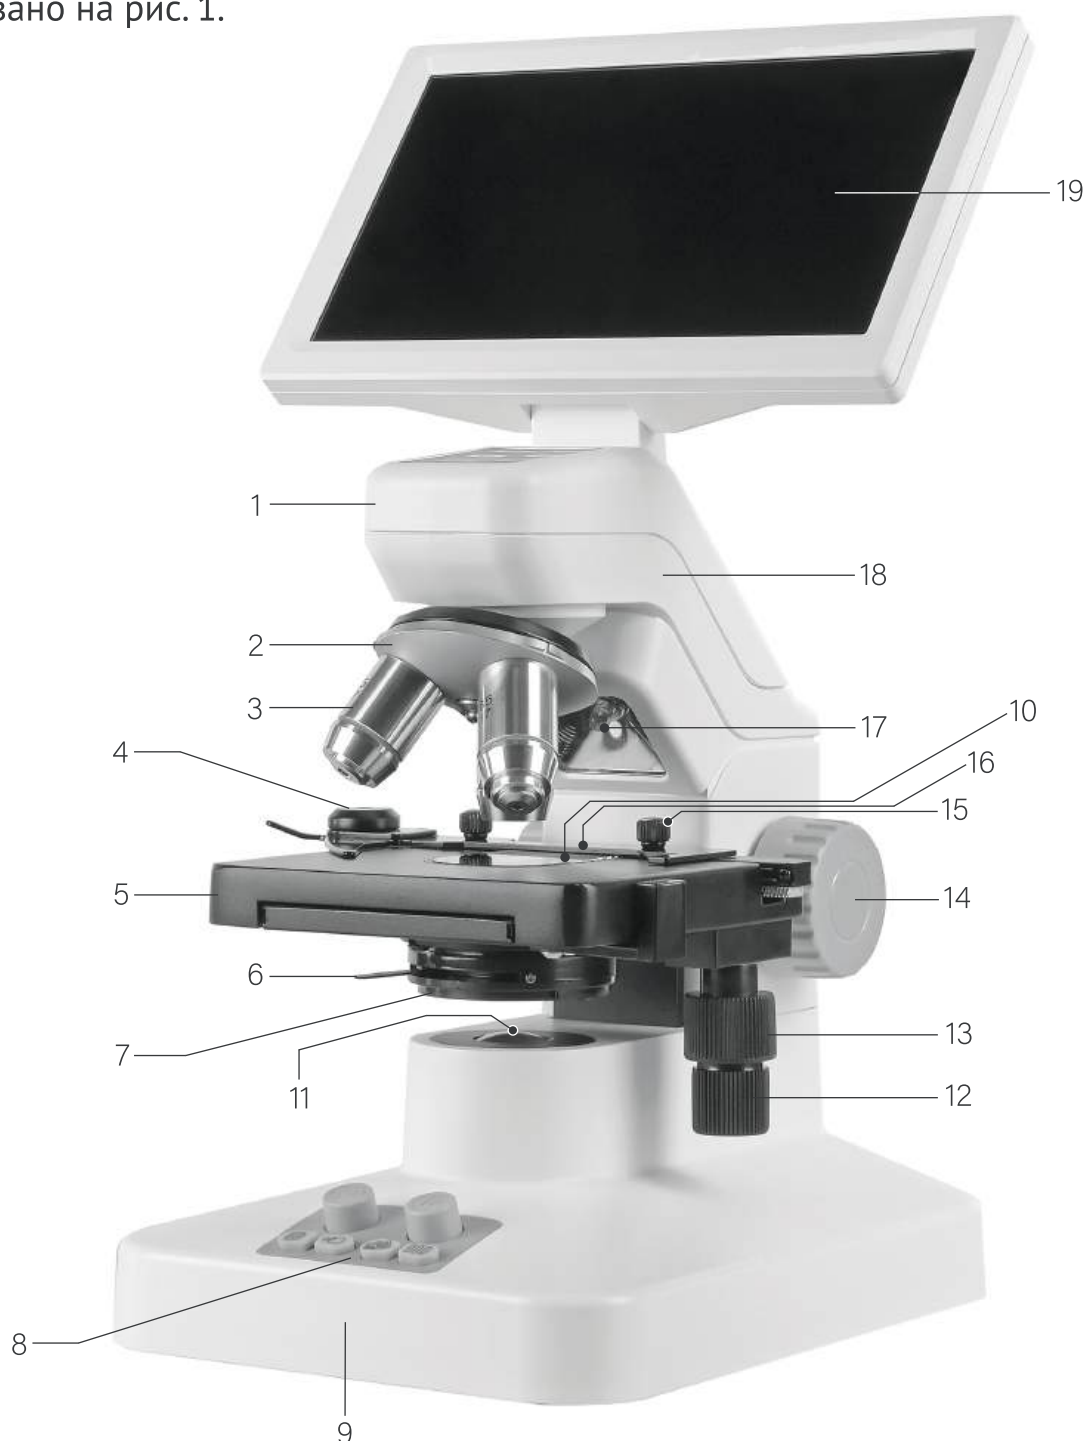

Рис. 1. Микромед iMicro LCD (с нагревательным столиком). Вид справа.
Показано на рис. 1.
Показано на рис. 1. Штатив 18 объединен с основанием 9 (рис. 1) и представляет собой единую конструкцию эргономичной формы. На штативе микроскопа установлены:
На основании микроскопа находится панель управления основными функциями 8 (рис. 1), кнопка включения / выключения 3 (рис. 2), индикатор статуса питания 2 (рис. 2), порт USB type C 1 (рис. 2).
Фокусирующий механизм размещен внутри штатива микроскопа. Механизм имеет зубчато-реечную конструкцию и снабжен рукоятками 14 (рис. 1), расположенными с обеих сторон штатива. Фокусировка осуществляется перемещением по высоте предметного столика 5 (рис. 1). Полная величина хода фокусировки составляет 8 мм.
Навигация по меню и все необходимые настройки осуществляются кнопками на панели управления 8 (рис. 1), или из приложения при работе с Wi-Fi. Крепежный кронштейн позволяет наклонять монитор в направлении от наблюдателя.
Микроскоп снабжен двумя осветителями. Показаны на рис. 1.
В состав осветителя входит конденсорное устройство 7 (рис. 1) с апертурной диафрагмой. Устройство предназначено для обеспечения максимального контраста и резкости изображений объектов при исследовании в проходящем свете. При смене объективов нужно изменять размер диафрагмы – чем больше увеличение, тем большее раскрытие диафрагмы требуется, и наоборот.
Изменение размера диафрагмы осуществляется рычажком 6 (рис. 1). Поворот по часовой стрелке увеличивает размер диафрагмы, против часовой стрелке - уменьшает.
- Поворотом револьвера 2 (рис. 1) установите объектив с увеличением 4х;
- Вращая рукоятки фокусировки 14 (рис. 1 и 4) осторожно поднимите предметный столик к фронтальной линзе объектива, не допуская ее соприкосновения с препаратом;
- Поворотом револьвера 2 (рис. 1) установите объектив необходимого увеличения;